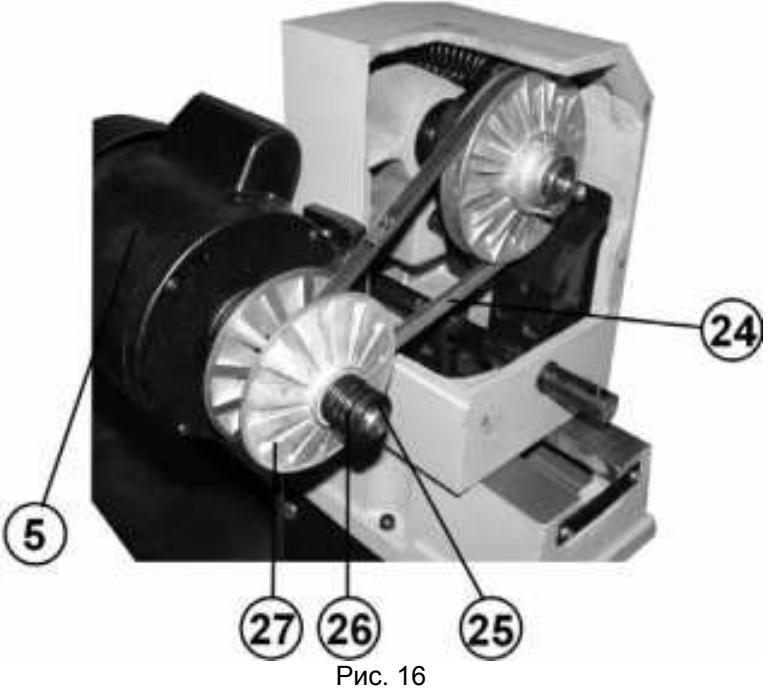

Рис. 16
- 10.4. Для замены приводного ремня (24) снимите кожух передней бабки, стопорное кольцо (25) пружину (26) и правый шкив (27) двигателя (5). Замените ремень (24) и установите детали в обратной последовательности, Рис. 16.